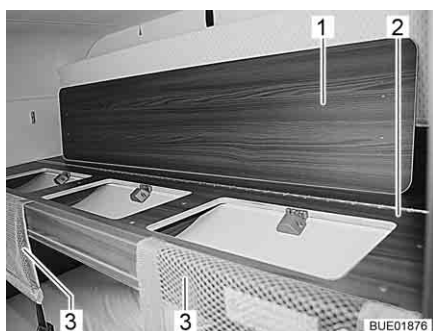

Bild 88 Skyddsnät och iläggsskiva
- Ta bort skyddsnätet (Bild 88,3) från sängytan.
- Lägg iläggsskivan (Bild 88,1) på sängytan (Bild 88,2).